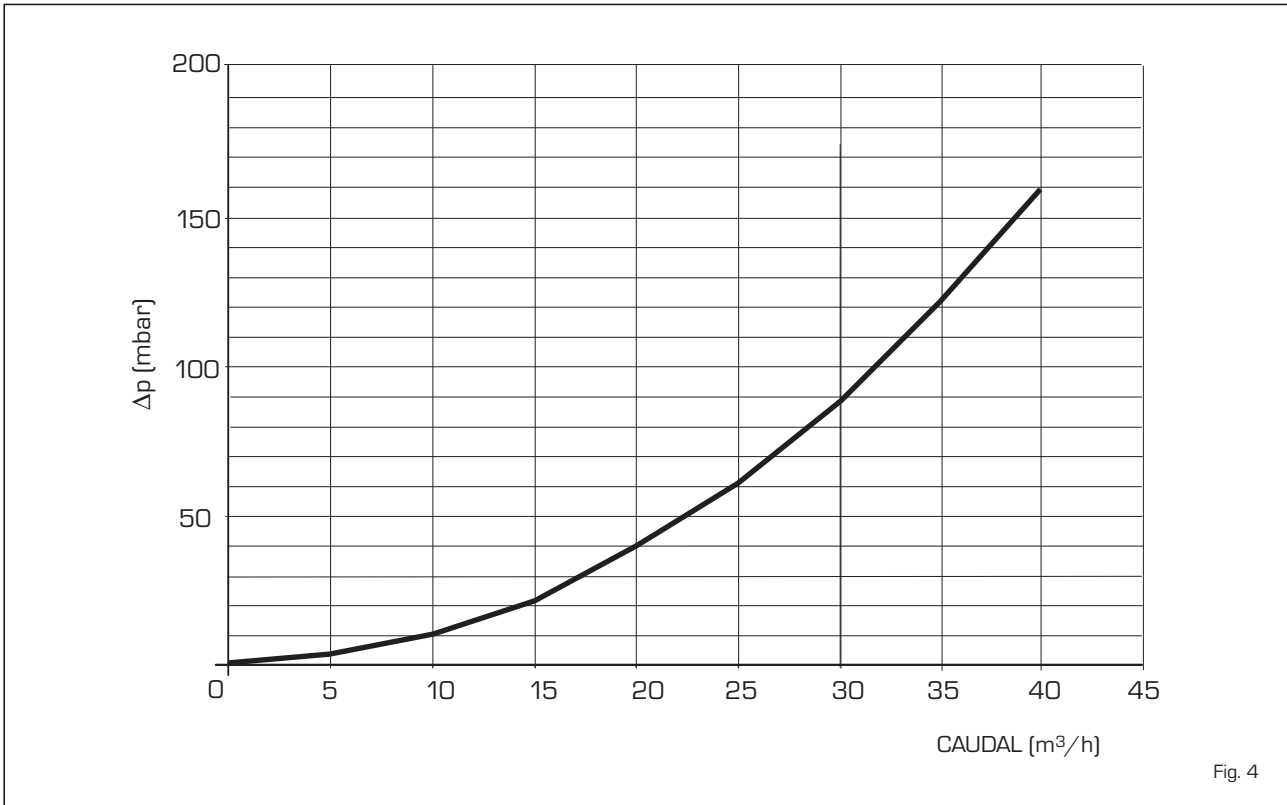

Fig. 4
1.6 PÉRDIDAS DE CARGA DEL COMPENSADOR HIDRÁULICO SUMINISTRADO BAJO PETICIÓN EN EL KIT CÓD. 8101553 (fig. 4)